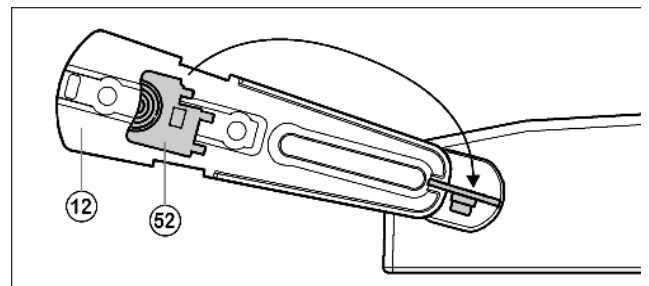

Fig. 10
► Отсоедините входящий в объем поставки шаблон *Fig. 10 (52)* от опорного кронштейна и заблокируйте им опорный кронштейн *Fig. 10 (12)* и втулку от поворота.